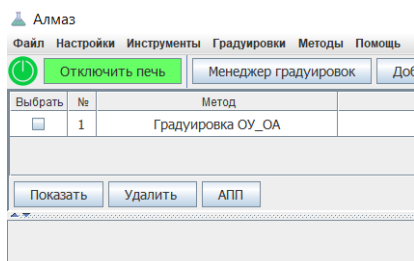

Рисунок 6. Кнопка «АПП»
- 2.4.6.3. Кликнуть кнопку АПП (рис. 6)